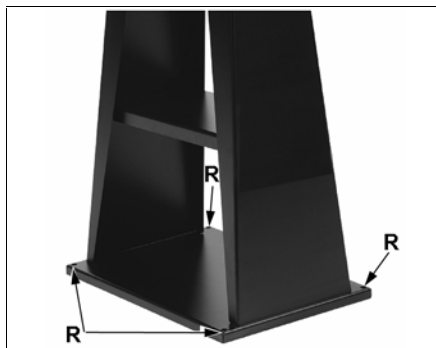

Fig. 5
Queste versioni, fornite complete di basamento, devono essere assicurate al suolo per mezzo di tasselli ad espansione (esclusi dalla fornitura, da inserire nei 4 fori (R) presenti sullo basamento stesso (Fig. 5).